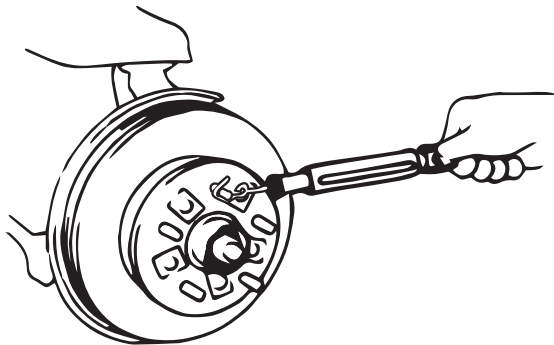

Рис. 2
4. Измерьте усилие вращения ступицы при установленном сальнике (обозначим этот параметр как **A**). Для этого установите на один из болтов колеса динамометр под прямым углом, как показано на *рис. 2*.